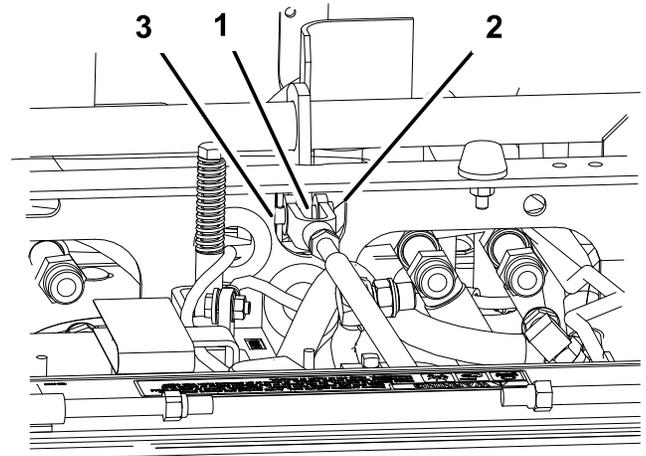

Figure 47
3. Mesurez la distance verticalement entre l'avant de la barre de frein et le sommet du pneu ; la distance doit être comprise entre 22 et 25 mm (7/8 à 1 pouce) (Figure 47).
6. Ajustez la chape dans le sens horaire pour raccourcir la distance, ou dans le sens anti-horaire pour allonger la distance (Figure 47).